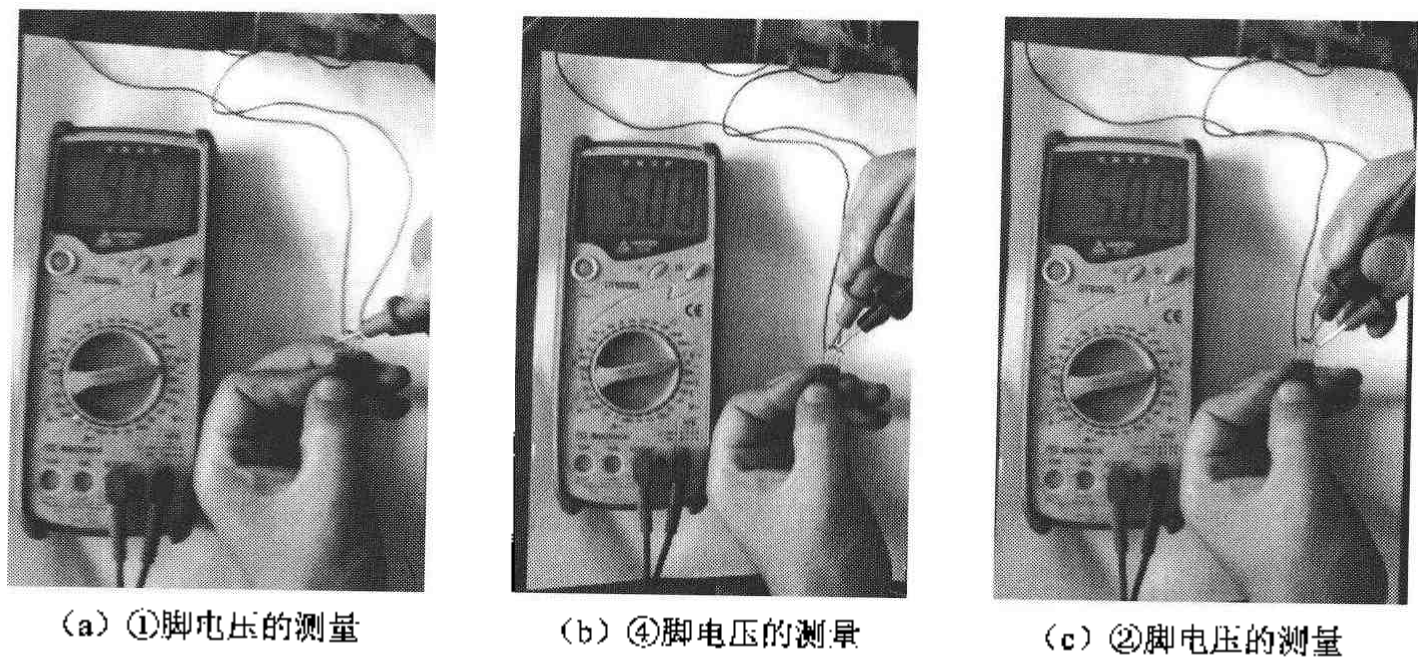

图 5-11 四端稳压器 PQ05NF 的检测示意图
如图 5-11 所示，将 PQ05NF 的供电端①脚和接地端③脚通过导线接在稳压电源的正、负电压输出端子上，再将一只 10kΩ电阻接在①脚和控制端④脚上，为④脚提供高电平控制信号。随后，将稳压电源调在 10V 直流电压输出挡上，测得 PQ05NF 的①脚与③脚之间的电压为 9.81V，它的④脚、③脚间电压为 5.08V，它的输出端②脚与③脚间电压也为 5.08V，说明 PQ05NF 正常。若②脚无电压输出，在确认①脚和④脚电压正常后，则说明它已损坏。